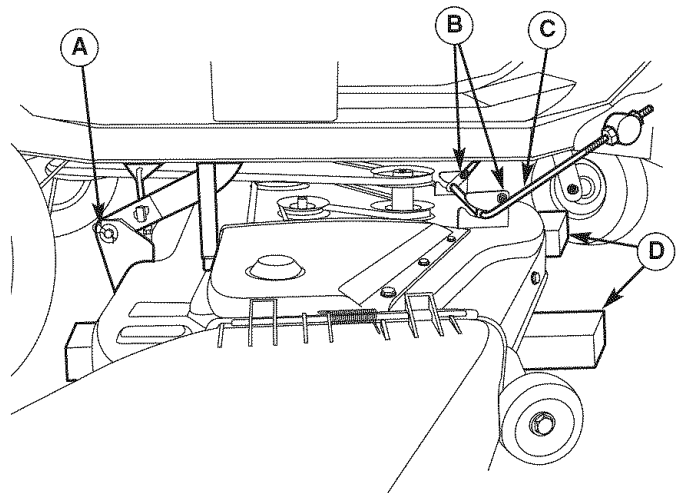
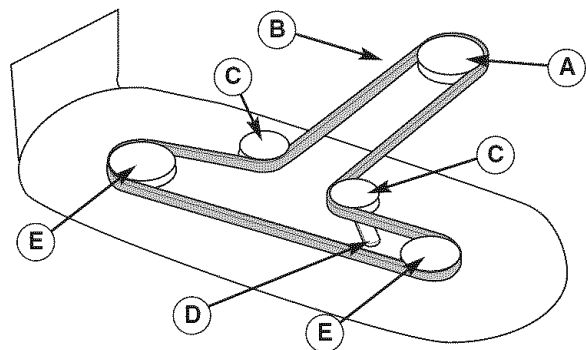

Figura 10. Componentes del Enganche de la Sesgadora
Figura 11. Disposición de Banda de Podadora
3. Use la palanca de desembrague de la correa en la sesgadora (D, Figura 11) para liberar la tensión de la correa. Quite la correa de la sesgadora de la polea del motor (A).
6. Coloque bloques de madera de 4x4 (D, Figura 10) debajo del borde frontal y trasero de la cubierta de la sesgadora para apoyarla fijamente.
9. Retire la horquilla (A) que sujeta el brazo de elevación trasero de la sesgadora. Separe el brazo de elevación de la cubierta de la sesgadora. Repita los pasos anteriores en ambos lados de la sesgadora.
10. Retire la varilla (C) del collar de fijación del enganche.
1. Deslice la cubierta de la sesgadora abajo del lado derecho del montable. Deslice la sesgadora hacia adelante y acople la varilla frontal (C, Figura 10) a los ganchos delanteros de la cubierta de la sesgadora.
2. Deslice la sesgadora hacia atrás y conecte los brazos de elevación traseros a la cubierta de la sesgadora. Sujételos con las horquillas (A).
4. Use el ajuste de altura de corte de la sesgadora para elevar la sesgadora hasta que ya no descansa sobre los bloques de madera de 4x4 (D).
5. Gire el interruptor de encendido a OFF (apagado) y quite la llave. Retire los bloques de 4x4 (D).
6. Use la palanca de desembrague de la correa de la sesgadora para liberar la tensión de la correa e instale la correa como se muestra en la Figura 11.